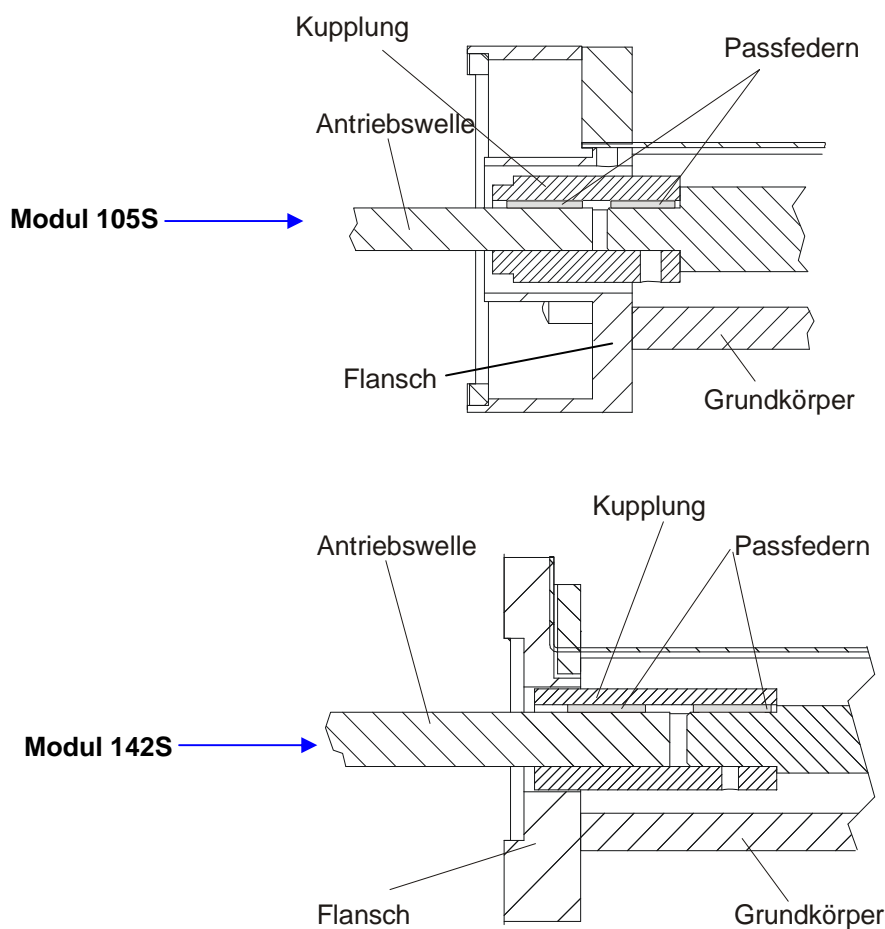
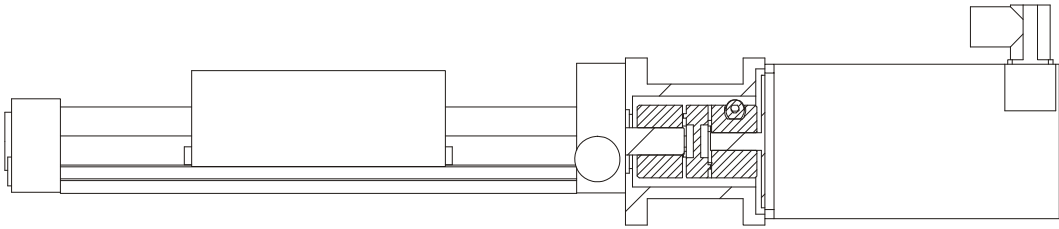

Abbildung 34: Schnittansicht (Kupplung), Ausführung 1
Abbildung 35: Schnittansicht (Kupplung), Ausführung 2
- Schlitten in Richtung Motorflansch schieben, Spindel und Kupplung treten aus dem Grundkörper hervor (siehe *Abbildung 34, Seite 35*)
(siehe *Abbildung 34, Seite 35* bzw. *Abbildung 35, Seite 36*)